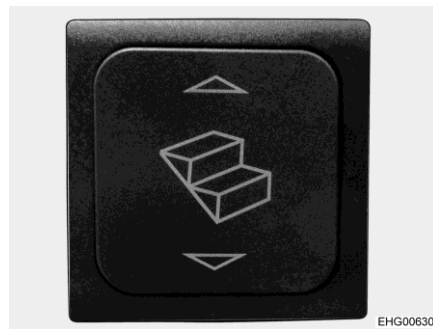

Bild 3 Reglage fotsteg
- Köra ut:* ■ Tryck nedtill på vippkontakten (Bild 3,1) tills fotsteget har körts ut helt.
- Köra in:* ■ Tryck upptill på vippkontakten (Bild 3,1) tills fotsteget har körts in helt.